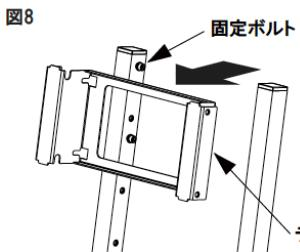

図8
- ディスプレイ固定金具のボルトを緩めて固定金具を前に引くようにはすします。取り付けたい高さにボルトを取り付けて再度ディスプレイ固定金具を固定し、ボルトをしっかりと固定してください。(図8)